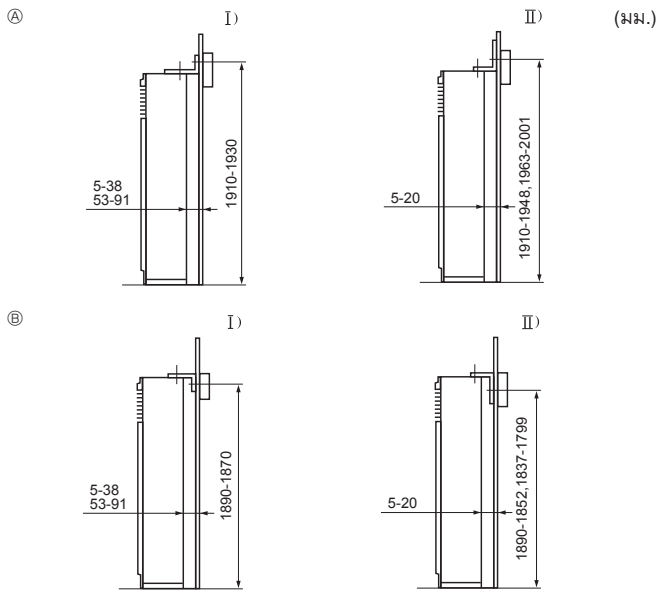

Fig. 3-3
- ① แผ่นรองป้องกันบริเวณด้านบน
แผ่นรองป้องกันบริเวณด้านบน ① ติดตั้งไว้ที่พื้นผิวส่วนบนของเครื่อง คลายตะปูควาง Ⓐ จากนั้น ให้ติดแผ่นรองกลับเข้าตำแหน่งเดิมดังแสดงในภาพ สำหรับระยะในการติดตั้งที่เหมาะสม ดู Fig. 3-3
3.3. การติดตั้งร่องป้องกันบริเวณด้านบน (Fig. 3-3)